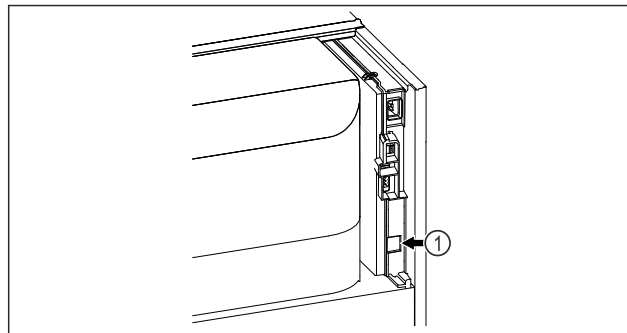

Fig. 144
- SmartModule Fig. 144 (1) è inserito.